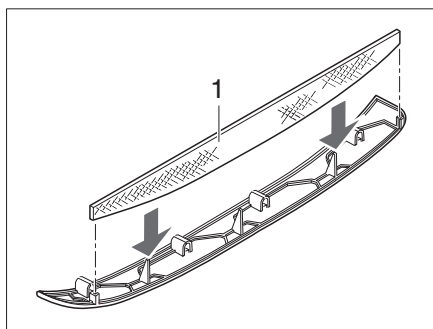
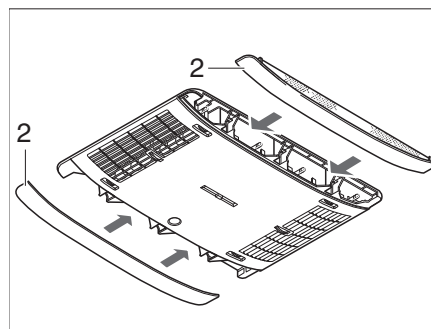

Fig. 154 Filtro di lanugine impianto di climatizzazione
Fig. 155 Pannelli impianto di climatizzazione
Nei pannelli laterali (Fig. 155,2) si trovano due filtri della lanugine. I filtri della lanugine devono essere sottoposti a pulizia e, se necessario, a una sostituzione a intervalli regolari, comunque almeno ogni 6 mesi.
- Estrarre i pannelli (Fig. 155,2) dal distributore dell'aria e pulire i filtri della lanugine (Fig. 154,1) o, se necessario, sostituirli.